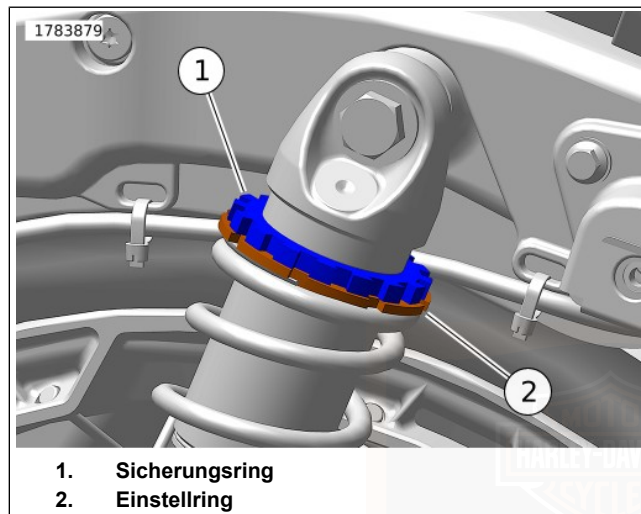

Abbildung 13. Einsteller mit Gewinde (rechter Stoßdämpfer)
5. Siehe Abbildung 13. Mit dem mitgelieferten Hakenschlüssel den Sicherungsring (1) am rechten Stoßdämpfer gegen den Uhrzeigersinn auf Minimum (MIN) drehen.
6. Den Einstellring (2) im Uhrzeigersinn drehen, bis der Abstand von der Oberseite des Einstellrings zur Unterseite des Sicherungsringes (in mm) mit dem berechneten Vorspannungsabstand übereinstimmt, der in den Schritten 3-c und 4-d oben ermittelt wurde.